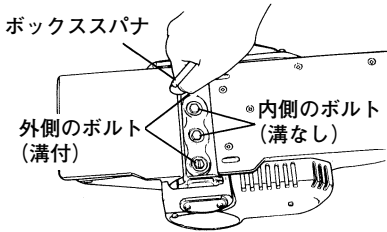
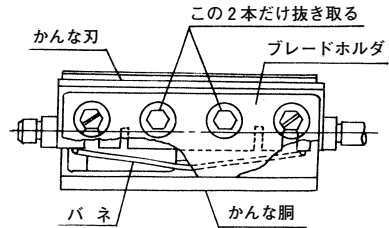
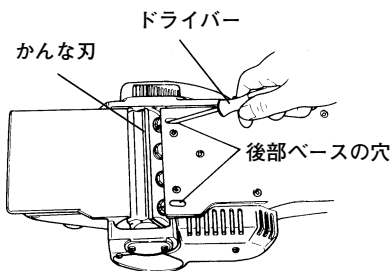

図 7
図 8
図 10
- (1) ボックススパナで外側のボルト2本をゆるめ、つぎに、そのまま軽く締め直します。(図7)
- (2) 内側のボルト2本をボックススパナでゆるめて抜き取ります。(図7,図8)
- (3) 後部ベースの穴から、付属のドライバーをさし込み、外側のボルトの頭部の溝に合わせてゆるめると、かな刃はバネ(図8)に押されて数ミリ飛び出します。(図10)
- (4) かな刃の両端を持って、取りはずします。